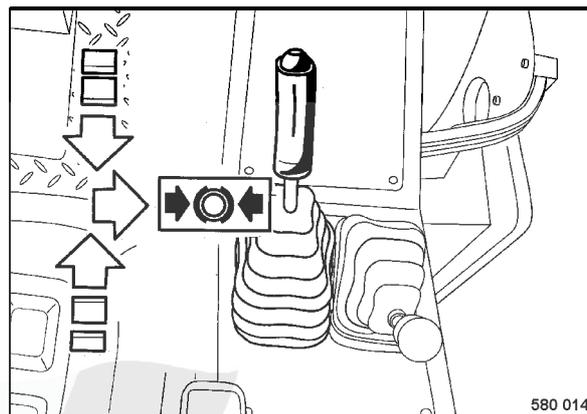

fig. 57
- Ramener lentement le levier de commande de marche (fig. 57) sur position "neutre" et enclencher celui-ci vers la droite en position de freinage.